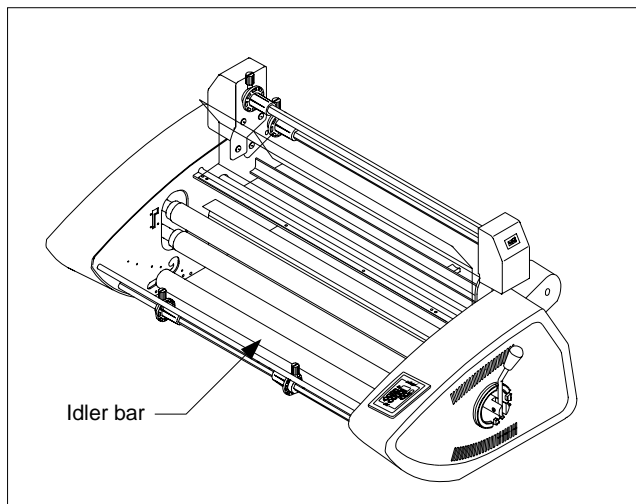
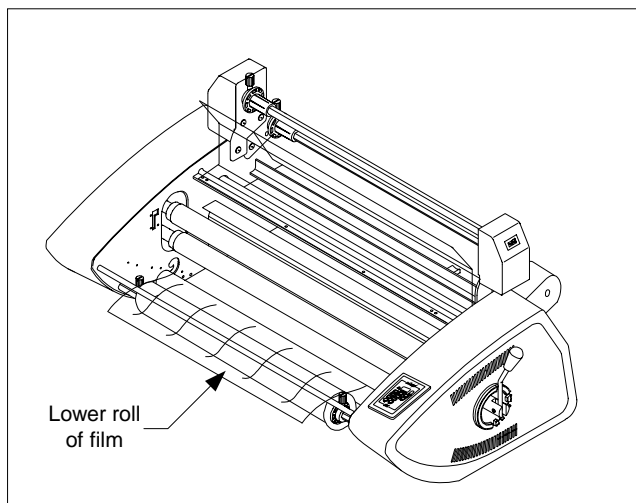
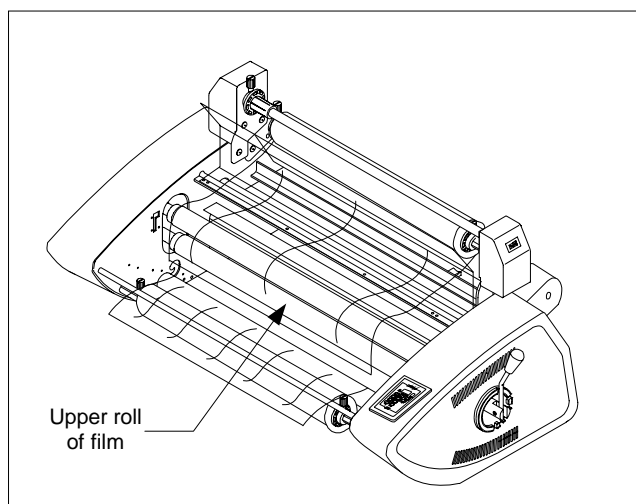

Fig. 13
Fig. 14
Fig. 15
8. Lower the bottom idler bar, (Figure 13).
11. Unroll 2 ft. (61 cm) of film. Push the leading edge under and around bottom film guide. Slide film guide back into place and drape film over the front support for the feed table, (Figure 14).
13. Unroll 2 ft. (61 cm) of film. Drape the film over the top idler bar for poly-in film and under the bar for poly-out film. Completely cover both heat rollers, (Figure 15).
| <p>5. STOP (STOPP) drücken, wenn die Bahn die Heißwalzen passiert hat.</p> <p>6. Schutzschild entfernen.</p> <p>7. Anlegetisch entfernen.</p> <p>8. Die untere Leitstange absenken (Abb. 13).</p> <p>9. Die untere Folienwelle entfernen, indem diese nach rechts geschoben wird, bis das linke Ende der Welle die sechseckige Bremsnabe passiert hat. Die Sicherungsschraube am Sicherungsansatz auf der linken Seite der Welle lösen und den Ansatz entfernen. Die Welle teilweise aus dem Folienrohr herausziehen, dann so zurückstoßen, dass der linke Adapter heraus gestoßen wird. Die Welle vollständig herausziehen und das Rohr um 180 Grad drehen. Mit der Welle den verbleibenden Adapter heraus stoßen.</p> <p>10. Einen der Adapter auf der rechten Seite einer neuen Folienspule einführen und sicherstellen, dass die Folie von unten abrollt, wenn es sich um eine Poly-In Folie handelt und von oben bei einer Poly-Out Folie. Die Welle von der rechten Seite her in den Adapter und das Rohr einschieben. Den anderen Adapter auf der aus der linken Seite herausragenden Welle aufsetzen, den Sicherungsansatz wieder einsetzen und die Sicherungsschraube anziehen.</p> <p>11. Ca. 60 cm (2 Fuß) der Folie abrollen. Die Vorderkante unter und um die untere Folienführung herum führen. Die Folienführung wieder in die Ausgangsstellung zurückschieben und die Folie über die vordere Stütze des Anlegetisches hängen (Abb. 14).</p> <p>12. Die obere Folienspule aus dem Laminiergerät herausnehmen. Schritte 9 und 10 wiederholen und sicherstellen, dass eine Poly-In Folie von unten, und eine Poly-Out Folie von oben abrollt, wenn die Welle wieder im Gerät eingesetzt ist.</p> <p>13. Ca. 60 cm (2 Fuß) der Folie abrollen und diese bei Poly-In Folien über die obere Leitstange hängen und bei Poly-Out Folien unter der Leitstange durchführen. Beide Heißwalzen sollen vollständig bedeckt sein (Abb. 15).</p> | <p>5. Druk op STOP zodra de baan de warmterollers heeft gepasseerd.</p> <p>6. Verwijder de beschermkap.</p> <p>7. Verwijder de invoertafel.</p> <p>8. Laat de onderste vrijlooprol zakken (zie afb. 13).</p> <p>9. Verwijder de onderste filmkoker door deze naar rechts te schuiven totdat de linkerkant van de koker vrijkomt van de zeskantige remnaaf. Draai de borgschroef van de linker steunkraag van de filmtoevoerrol los en schuif de kraag eraf. Trek de koker gedeeltelijk uit de filmbuis en duw deze daarna weer naar binnen om de linker kernadapter eruit te tikken. Trek de gehele koker uit de filmbuis en draai de buis 180 graden. Gebruik de koker om de andere kernadapter eruit te tikken.</p> <p>10. Schuif één kernadapter aan de rechterkant in de nieuwe filmrol en vergewis u ervan dat de film afrolt, van onderaf bij Poly-In film en van bovenaf bij Poly-Out film. Schuif de filmkoker vanaf rechts in de kernadapter en de buis. Plaats de andere kernadapter op de koker, zodanig dat deze vanaf links naar buiten steekt en vervang daarna de steunkraag. Draai de borgschroef vast.</p> <p>11. Rol ongeveer 61 cm film af. Duw de voorste rand onder en rondom de onderste filmgeleider. Schuif de filmgeleider terug op zijn plaats en drapeer de film over de voorste steun van de invoertafel (zie afb. 14).</p> <p>12. Verwijder de bovenste filmtoevoerrol uit de laminator. Herhaal stap 9 en 10 en zorg ervoor dat de film van onderaf afrolt nadat de filmkoker is teruggeplaatst in de laminator.</p> <p>13. Rol ongeveer 61 cm film af. Drapeer de film over de bovenste vrijlooprol bij Poly-in film en onder de balk bij Poly-out film en zorg dat beide warmterollers volledig worden bedekt (zie afb. 15).</p> | <p>5. Appuyez sur la touche STOP après que le lé soit sorti des rouleaux chauffants.</p> <p>6. Retirez le capot de protection.</p> <p>7. Retirez la table d'alimentation.</p> <p>8. Abaissez la barre de transfert inférieure (figure 13).</p> <p>9. Retirez la bobine de film inférieure en faisant glisser l'axe vers la droite pour le libérer du moyeu de frein. Desserrez la vis de gauche maintenant le collier de fixation sur l'axe, faites glisser le collier pour le dégager. Sortez partiellement l'axe de la bobine de film, puis repoussez-le pour dégager l'adaptateur de mandrin gauche. Tirez complètement l'axe et faites tourner le tube de 180 degrés. Utilisez l'axe pour dégager l'adaptateur de mandrin restant.</p> <p>10. Insérez un des adaptateurs de mandrin dans le côté droit d'une nouvelle bobine de film en vous assurant que la bobine se déroule du bas pour du film "Poly-In" ou du haut pour du film "Poly-Out". Glissez, par la droite, l'axe de chargement de bobine dans l'adaptateur de mandrin et le tube. Positionnez l'autre adaptateur de mandrin sur l'axe en le dégageant par la gauche puis remplacez le collier de fixation. Resserrez la vis.</p> <p>11. Déroulez 61 cm de film. Poussez le bord du film sous et autour le guide de film inférieur. Remettez le guide de film en place et drapez le film sur le support frontal de la table d'alimentation (figure 14).</p> <p>12. Retirez le rouleau d'alimentation supérieur. Répétez les étapes 9 et 10 ci-dessus en vous assurant que le film se déroule du bas après que l'axe de bobine de film ait été remis en place.</p> <p>13. Déroulez 61 cm de film. Passez le film au-dessus de la barre de transfert supérieure pour le film "Poly-in" et sous la barre pour le film "Poly-out". Recouvrez complètement les rouleaux chauffants (figure 15).</p> | <p>5. Oprima STOP (PARAR) después de que la cinta ha atravesado los rodillos térmicos.</p> <p>6. Quite el escudo de seguridad.</p> <p>7. Quite la plataforma de alimentación.</p> <p>8. Baje la barra intermedia inferior (Figura 13).</p> <p>9. Quite el eje inferior para película deslizando el eje hacia la derecha hasta sacar el extremo izquierdo del eje de la campana de freno con forma hexagonal. Afloje el tornillo de fijación a la izquierda, sosteniendo el collar del eje del suministro de película, y deslice el collar para sacarlo. Jale el eje para sacarlo parcialmente del tubo de película, y después reinsértela para hacer salir el adaptador de núcleo de la izquierda. Jale el eje hasta sacarlo completamente y gire el tubo 180 grados. Use el eje para extraer el otro adaptador de núcleo.</p> <p>10. Deslice uno de los adaptadores de núcleo hacia el lado derecho del nuevo rollo de película, asegurándose de que la película se desenrolle desde la parte inferior de la película Poly-In y desde la parte superior de la película Poly-Out. Deslice el eje de la película hacia el adaptador de núcleo y tubo desde el lado derecho. Coloque el otro adaptador de núcleo en el eje que sobresale desde el lado izquierdo, y después coloque nuevamente el collar de retención. Apriete el tornillo de fijación.</p> <p>11. Desenrolle 61 cm de película. Empuje el borde delantero debajo del tope de alineamiento de película inferior y alrededor del mismo. Deslice nuevamente la barra de alineamiento de película hasta colocarla en su lugar y haga pasar la película sobre el soporte frontal para la bandeja de alimentación (Figura 14).</p> <p>12. Quite el rollo de película superior del laminador. Repita los pasos 9 y 10 asegurándose de que la película se desenrolle desde abajo con la película Poly-In, y desde arriba con la película Poly-Out, después de colocar nuevamente el eje para la película en el laminador.</p> <p>13. Desenrolle 61 cm de película. Haga pasar la película sobre la barra intermedia superior con película Poly-In, debajo de la barra con película Poly-Out. Cubra completamente a ambos rodillos térmicos (Figura 15).</p> |